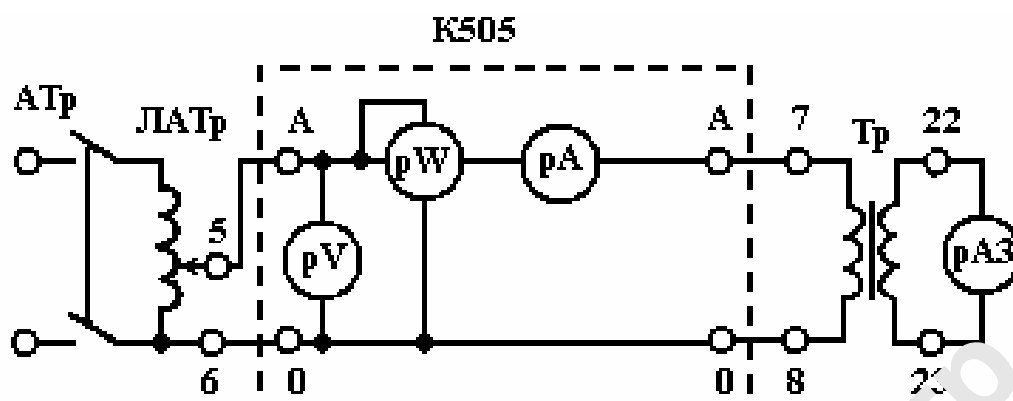

Рисунок 3
1. Собрать электрическую схему по рис. 3;